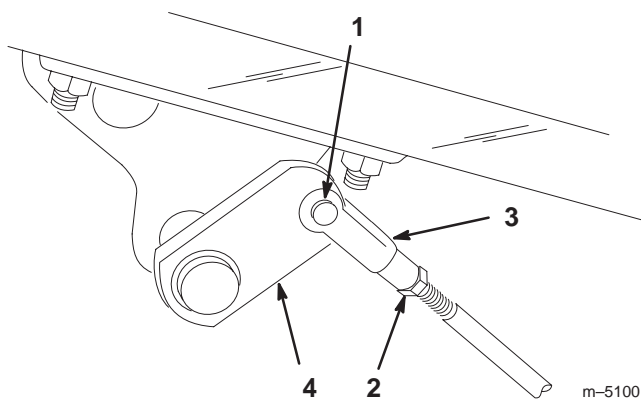

Figure 49
2. Si les freins ne se bloquent pas uniformément, désaccouplez les tiges de frein en retirant la goupille fendue et l'axe de chape (Fig. 49).
3. Desserrez l'érou de blocage et réglez la chape comme il convient (Fig. 49).
4. Montez la chape sur l'arbre de frein (Fig. 49).